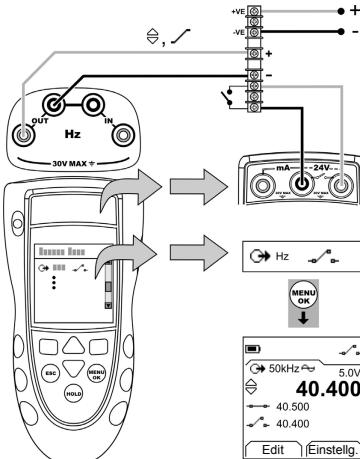

Abbildung 6: Beispielkonfiguration: Schaltertest
- Schließen Sie das Gerät an (Abbildung 6) und ändern Sie ggf. die Option Konfig. (Tabelle 1).